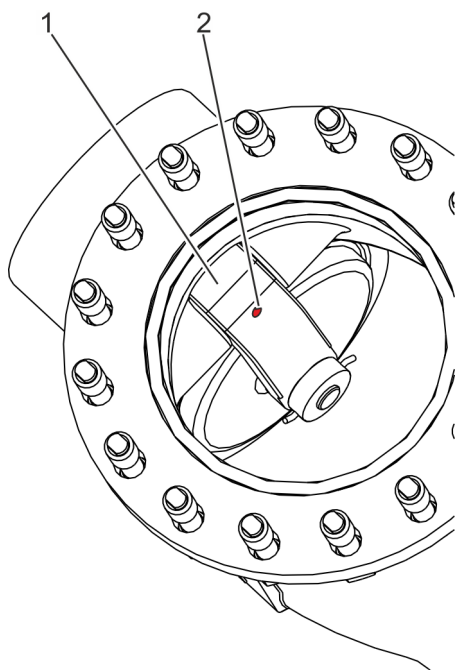

Fig. 27: Démontage de l'arbre du clapet
3. ➤ Si un alésage (Voir la Fig. 27/2) existe dans le levier de la plaque (Voir la Fig. 27/1) : visser l'anneau de levage dans l'alésage du levier de la plaque.